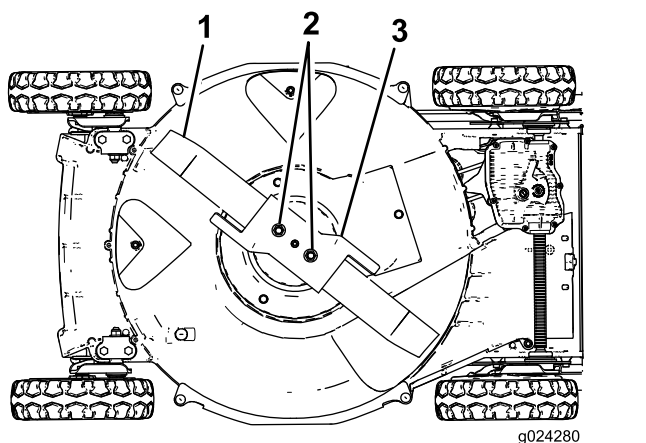

Figura 28
- Incline a máquina sobre o lado **direito** (filtro do ar voltado para cima), tal como se ilustra na Figura 28.